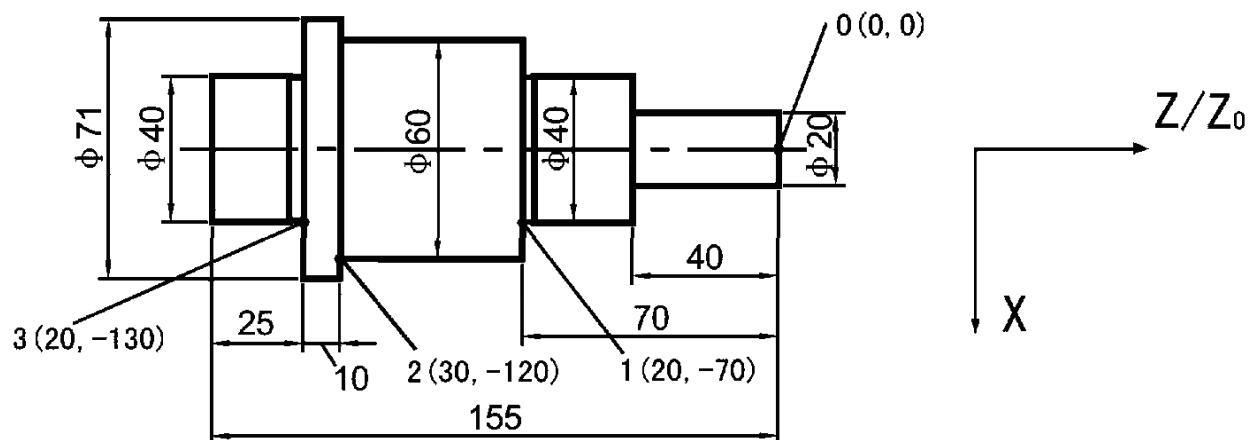

Рис. 1
1. Установите исходное положение в абсолютном режиме (при включенной индикации ALE) на главной исходной точке заготовки, например, Точка O на рис. 1 далее. Установите вспомогательные исходные положения во вспомогательных исходных точках заготовки, например, Точка 1, 2 и 3 на рис. 1. Возможно ввести режим отображения каждого вспомогательного исходного положения (UCS), принимая вспомогательное исходное положение в качестве первоначальных точек, чтобы выполнить обработку, когда это потребуется.
В качестве примера возьмите рис. 1: После включения станка переместите инструмент станка в центральную точку О на рис. 1, используйте абсолютный режим отображения.
Установка всех вспомогательных исходных положений заготовки (см. рис. 1) была завершена.
Почему ввод положения координат каждого вспомогательного положения осуществляется в противоположном направлении отображенного значения? Это объясняется следующим образом. В режиме вспомогательного исходного положения (UCS), когда координаты вводятся в абсолютном режиме, отображенные данные будут исходным положением в соответствующей UCS. Это происходит из-за того, что вспомогательное исходное положение берется в качестве исходной точки UCS при относительном режиме отображения. На рис. 1 можно видеть, что Точка О имеет координаты – относительно Точки 1 (-20, 70), относительно Точки 2 (-30, 120), и Точки 3 (-20, 130). Если оператор вводит координаты вспомогательной исходной точки, отличные от исходного положения в абсолютном режиме, отображенные данные будут положением в отношении к вспомогательной исходной точке в соответствующем UCS.